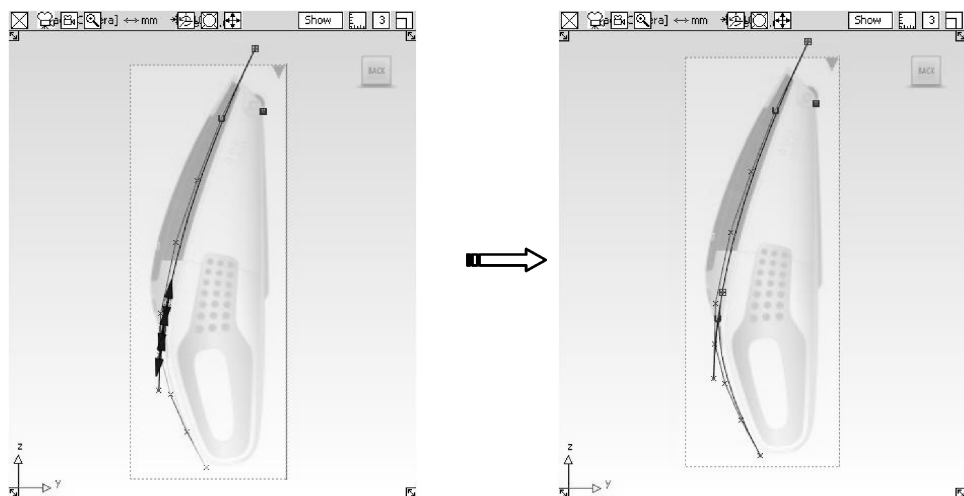

图 9-16 创建曲线并对齐
- 18 显示刚刚创建的曲线，然后选择【New CV curve】工具，在【Back】正交视窗中创建一条曲线作为把手的轮廓，选择【Align】工具，将这条曲线与上表面平坦曲面的轮廓线对齐，形成曲率连续，如图 9-16 所示。